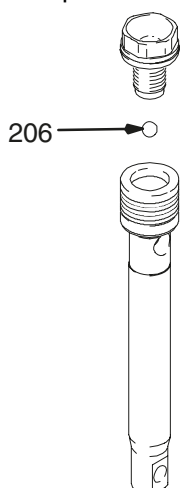

Fig. 10
Fig. 10. Montez la bille (206) dans la tige de piston. Si le filetage de la vanne de piston est enduit de Loctite®, faites attention à ne pas en mettre sur la bille.